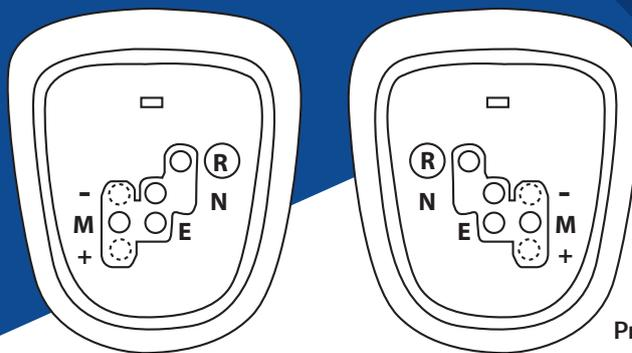

Рис. 1.
Коробка передач Multi-Mode Transmission (MMT) – одна из разновидностей секвентальных коробок передач, предлагаемых компанией Toyota. В отличие от традиционной автоматической коробки передач, в которой используются гидравлика и гидротрансформатор, коробка передач MMT имеет фрикционное сцепление и механическую систему переключения передач с электронным управлением. Определить то, что автомобиль оснащен коробкой передач MMT, можно по отсутствию положения Park (P) на селекторе коробки передач (рис. 1).